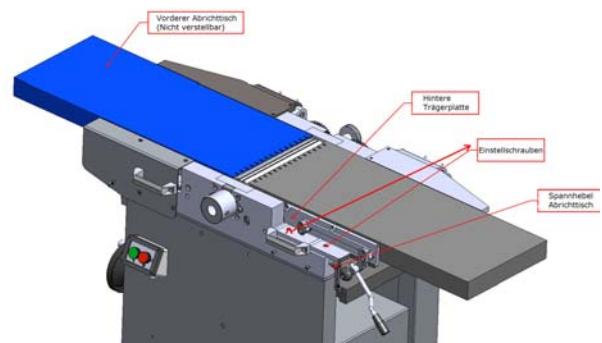

Abb. 23: Tischeinstellung
Der vordere Arbeitstisch (Blau, Abb.23) ist nicht verstellbar.
Schritt 2: Klemmhebel (Abb.23) lösen.
Schritt 6: Klemmhebel (Abb.23) festziehen.